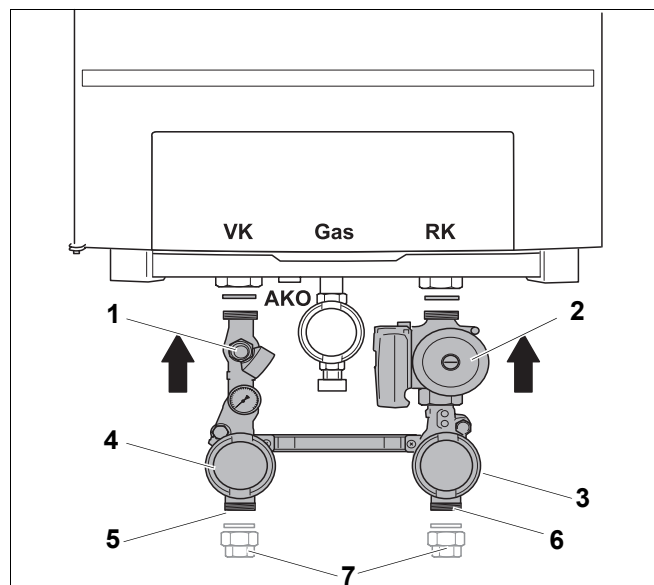

Рис. 9 Установка сервисной арматуры
- При монтаже синей и красной сервисной арматуры (рис. 9, **поз. 3** и **поз. 4**) выполнить установку прилагающихся плоских резиновых прокладок в соединения RK и VK (подающая и обратная линия системы отопления).
- Без напряжения подсоединить трубопровод подающей линии к красной сервисной арматуре (рис. 9, **поз. 5**). При необходимости применить резьбовое соединение (резьбовые соединения поставляются в комплекте, рис. 9, **поз. 7**).
- Без напряжения подсоединить трубопровод обратной линии к синему сервисному вентилю (рис. 9, **поз. 6**). При необходимости применить резьбовые соединения (поставляются в комплекте, рис. 9, **поз. 7**).
В присоединительном блоке имеется предохранительный клапан на 4 бар (рис. 9, поз. 1).